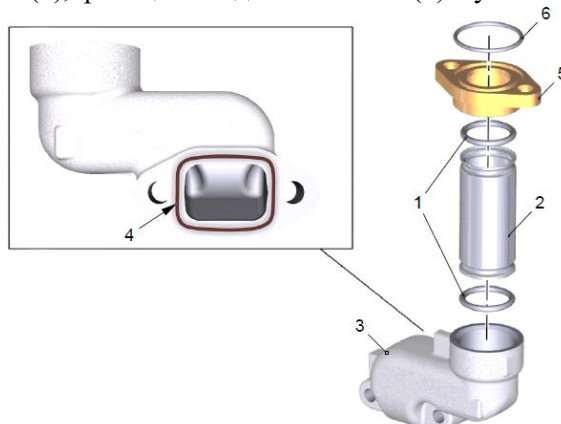
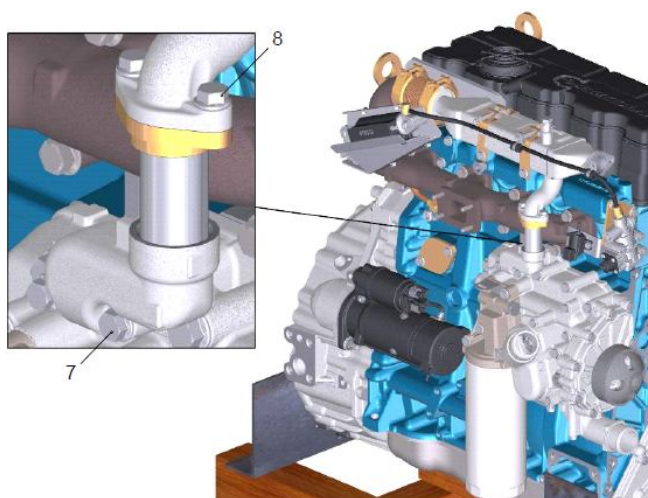

Рис. 5.
Рис. 6
1. Установить 2 уплотнительных кольца (1) рис. 5 в расточки трубы соединительной (2). Нанести герметик Анатерм-505Д непрерывным валиком Ø 2...3 мм на фланец патрубка (3) отводящего, по траектории (4) - линия нанесения герметика.
2. Подсобрать патрубков отводящий (3) охлаждающей жидкости с трубой (2) соединительной, с 2 уплотнительными кольцами (1), фланцем соединительным (5) с уплотнительным кольцом (6).
3. Установить подсобранные детали на двигатель, ввернув 2 болта (7) М8-6gx40-8.8 рис. 6 в отверстия сервисного модуля и 2 болта (8) М8-6gx16-8.8 в отверстия фланца соединительного предварительно от руки. Окончательно завернуть болты (7), (8), обеспечив затяжку моментом $M_{кр}=20-25 \text{ Н}\cdot\text{м}$.
2. Зафиксировать провод «стартер-генератор» скобами крепления рис. 5 и новыми хомутами рис. 6. Хомуты после установки обрезать в размер до замка 5...10 мм.